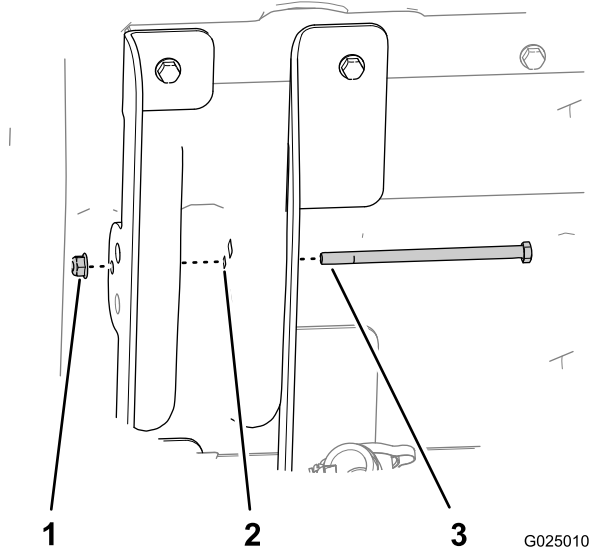

Figure 6
6. Insérez le boulon à tête hexagonale (5/16 x 5-1/2 po) dans le petit trou intérieur (brides longues), la structure et le support extérieur (brides courtes) du plateau, comme montré à la Figure 6.
7. Fixez le boulon avec l'écrou à embase (5/16 po) serré à la main (Figure 6).
9. Serrez fermement l'écrou à embase qui fixe le boulon (5/16 po) (Figure 6).